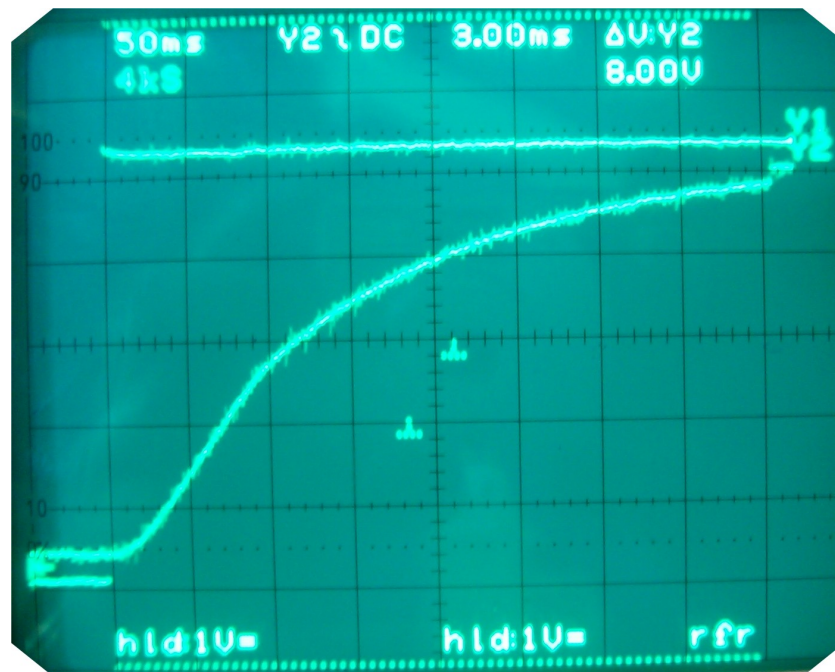

Figura 3: Escalón de entrada y respuesta en velocidad del motor
2. Sintonicé un controlador P y un PI por el método de Ziegler-Nichols de respuesta ante escalón basándose en la información que se puede extraer de la figura 3, donde se muestra la respuesta de velocidad ante un escalón en la señal de control del motor. ¡Ojo al medir en la foto! Aparecen superpuestas la señal de entrada y la respuesta del sistema. Las mediciones de la respuesta habrá que hacerlas desde su anterior valor en permanente, no desde el valor inicial de la referencia. Como indica el osciloscopio, las divisiones verticales son de $1v$ y las horizontales de 50ms .